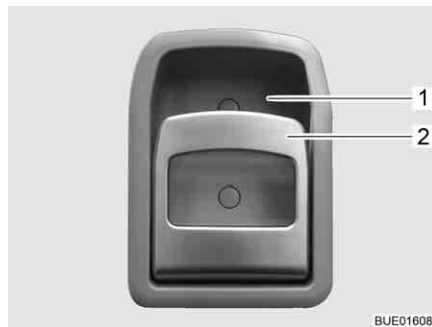

Bild 49 Dörrlås ingångsdörr, insida
- Drag i handtaget (Bild 49,2). Dörrlåset låses upp respektive öppnas.
- Tryck handtagets (Bild 49,2) övre del i riktning mot greppkåpan (Bild 49,1). Dörrlåset låses.